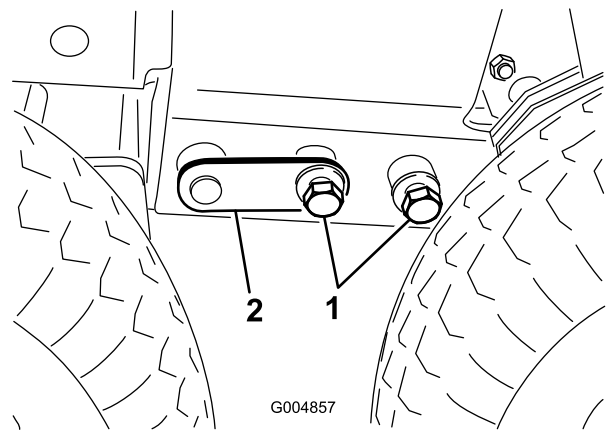

Figura 115
25. Ajuste el gato o balancee la cabina con las manos, según sea necesario, para instalar los pernos (3/4 pulgada) en cada lado (Figura 115). Apriete los pernos a 359 N-m (265 pies-libra).